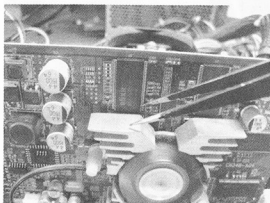

图 5-55 短接显存
(2) 根据 5200 显卡的显存排列图, 找出大概位置在上面一排显存的左边, 然后使用短接法, 人为制造错误数据位(短接 5、6 脚), 如图 5-55 所示。